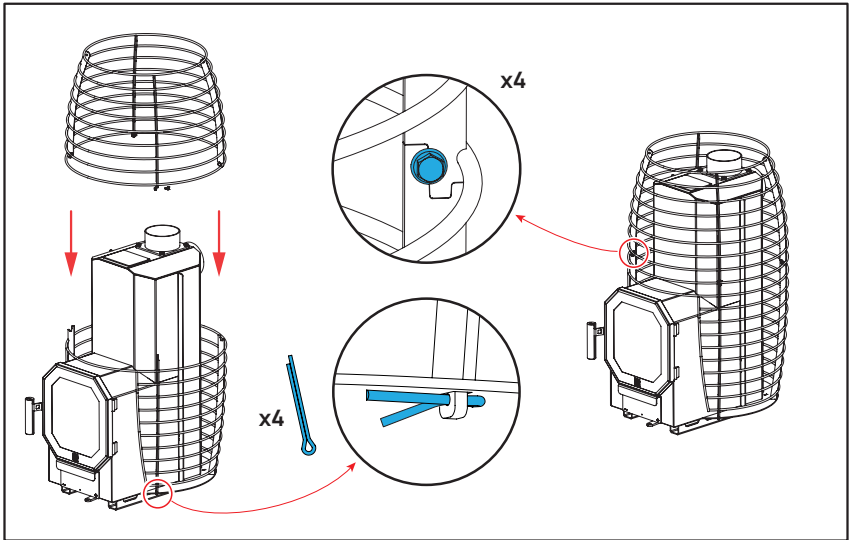

Abbildung 13. Teilen des Hive Flow Steinkorbes
- Das HIVE Flow Steingitter kann in zwei Teile geteilt werden. Dies erleichtert das Befüllen. Bitte achten Sie darauf, den oberen Teil des Steinkorbes wieder aufzusetzen, bevor Sie den Schornstein montieren. (**Abbildung 13**).